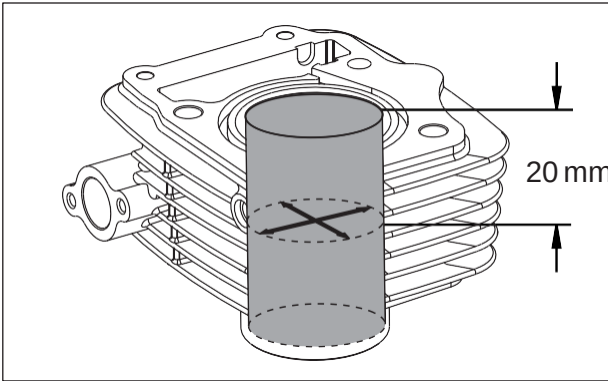

Fig. 3.89
- Cuidadosamente separe el cilindro sosteniendo la biela con la mano para evitar daños en el pistón y el cárter. (Fig. 3.89)